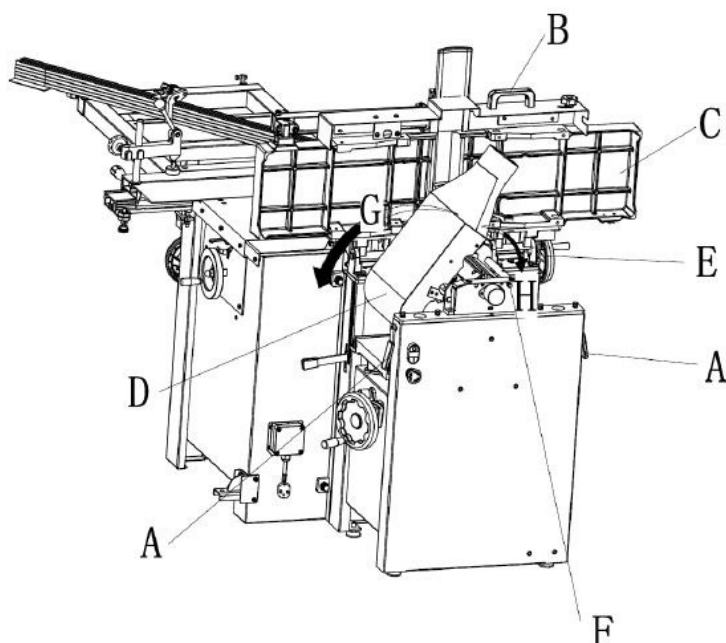

Abb.6-23: Umrüstung Dickenhobelfunktion 2
- ➔ In angehobenem Zustand sollte sich der Tisch in der vertikalen Position befinden, wie in C, Abb. 6-23 gezeigt. Die Verriegelung (E, Abb. 6-23) muss eingerastet sein, damit der Tisch nicht versehentlich nach vorne fällt.
Hinweis: Die folgenden Erklärungen beziehen sich auf Abb. 6-23.